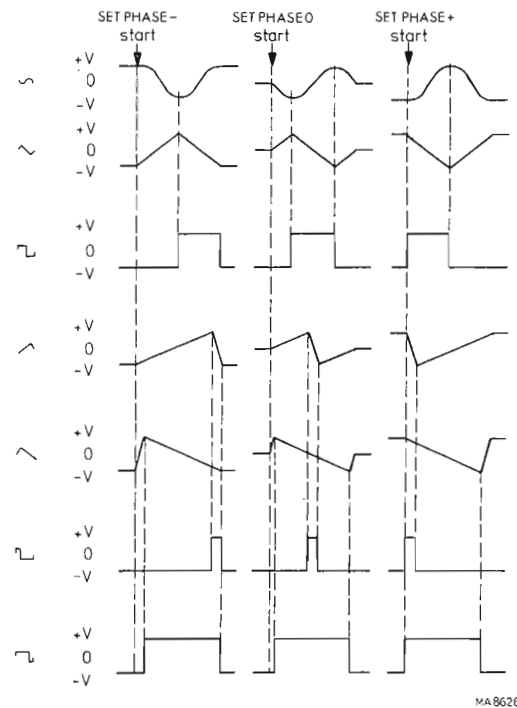

Fig. 5. Points de départ pour les signaux en mode "SINGLE SHOT"
Le mode monocoup est possible pour tous les signaux et dans les gammes de 1 m à 100. Le point de départ peut être ajusté de façon continue entre les valeurs crêtes du signal (figure 5) à l'aide du potentiomètre SET PHASE.
- Régler le potentiomètre SET PHASE sur le point de départ requis (figure 5).